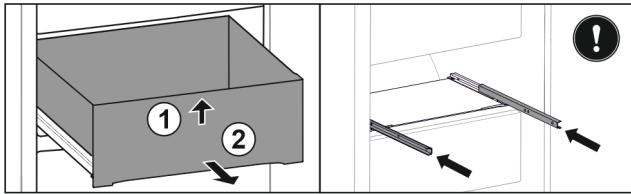

Fig. 113
- Підняти висувний ящик спереду. Fig. 113 (1)
- Вийняти висувний ящик рухом вперед. Fig. 113 (2)